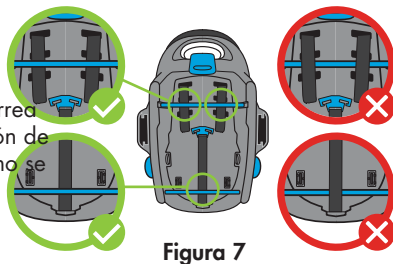

Figura 7
- Pase las correas del arnés de hombro y la correa de ajuste del arnés entre las barras de sujeción de la base y la parte inferior del portabebé, como se muestra en la **Figura 7**.